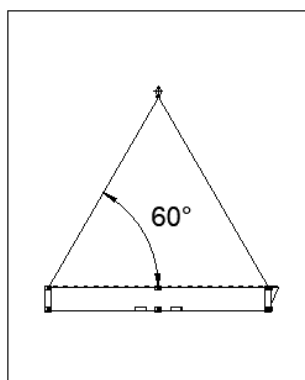

Abbildung 1
2. Der Winkel zwischen dem Hebeseil und der Horizontale muss min. 60° betragen. Die erforderliche Seillänge bei einem 20' Container beträgt mindestens 6 m, siehe Abbildung 1.